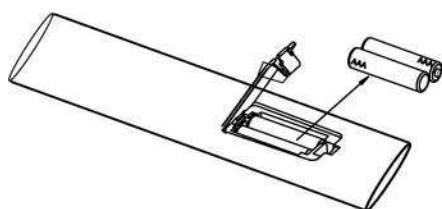

Рисунок 2
1. Вставьте 2 аккумулятора типа AAA в пульт дистанционного управления (см. рисунок 2).